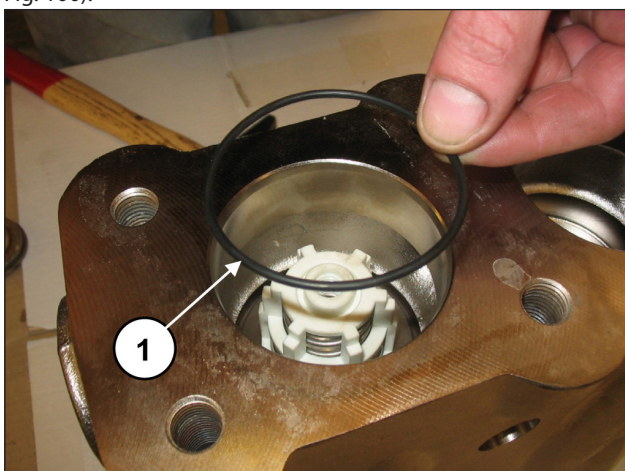

Fig. 100
Introducir la junta tórica, pos. dibujo desglosado 17 (pos. ①, Fig. 100).